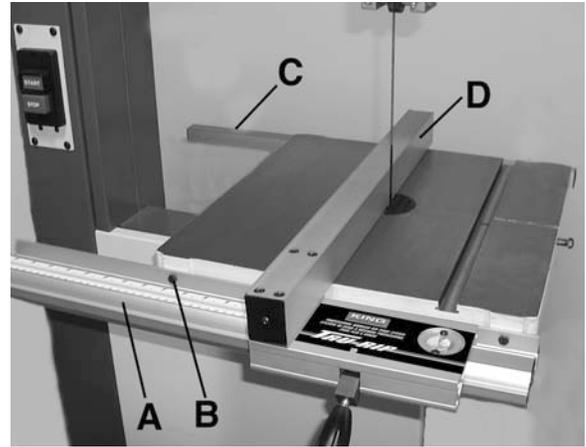

FIGURE 4
1. Assemblez la base fixe (A) Fig. 4 à l'avant de la table en utilisant 2 boulons hex. et rondelles à ressort (B) Fig. 4.
2. Assemblez la barre carrée (C) Fig.4 à l'arrière de la table en utilisant 2 boulons à tête cylindriques.
3. Assemblez le guide (D) Fig.4 au corps du guide à refendre, ensuite placez le guide à refendre assemblé sur la base fixe, la barre carrée arrière et la table, glissez le guide à refendre à la distance désirée de la lame.